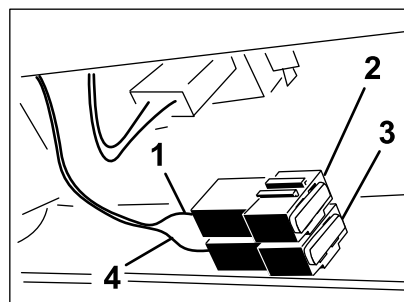

Figura 37
2. Tire hacia fuera del fusible para retirarlo o cambiarlo (Figura 37).
Nota: Asegúrese de que instalar un fusible del tamaño correcto con el cable del color correcto, según se muestra en (Figura 37).